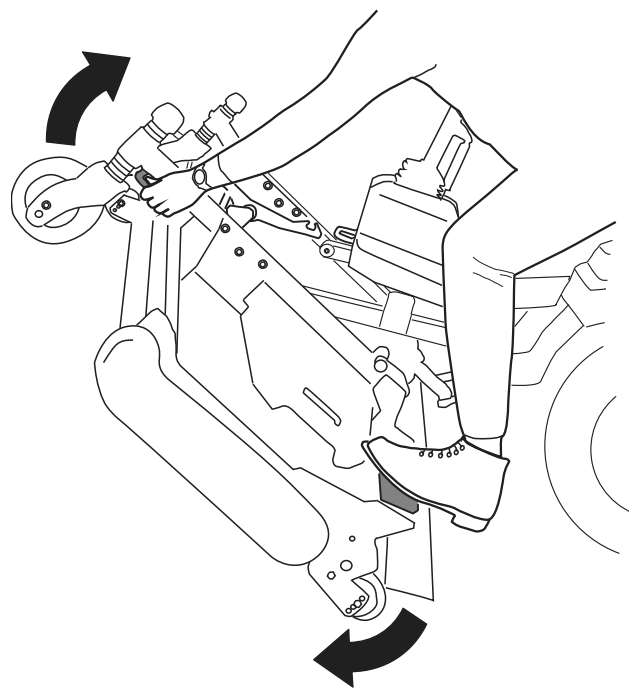
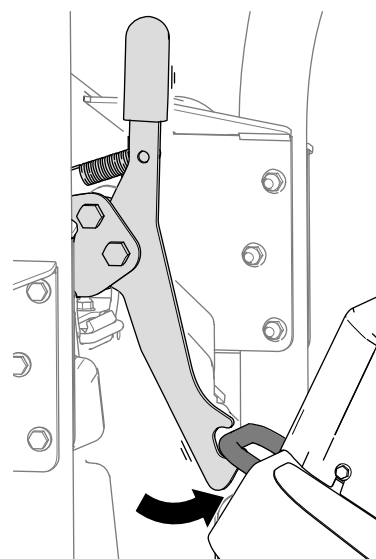

Figure 39
Figure 40
5. Tournez l'unité de coupe (Figure 39) de sorte que le verrou s'enclenche sur l'anneau d'arrimage (Figure 40).
1. Dégagez le verrou de l'unité de coupe de l'anneau d'arrimage (Figure 41) en faisant pivoter l'unité de coupe vers l'avant (voir Figure 39) et en tirant la poignée de verrouillage vers l'avant.